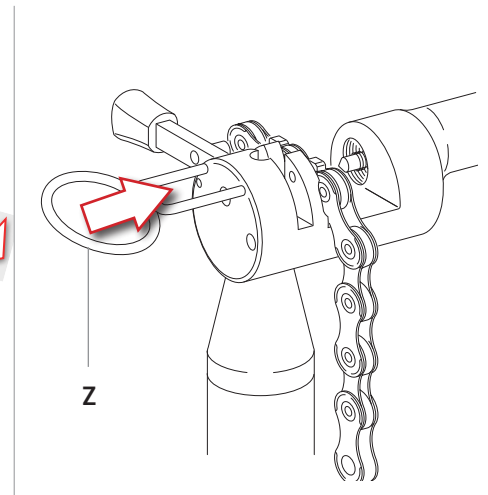

Fig.6
- bloquear el eslabón con el indicado dispositivo de bloqueo (Z) (Fig. 6)